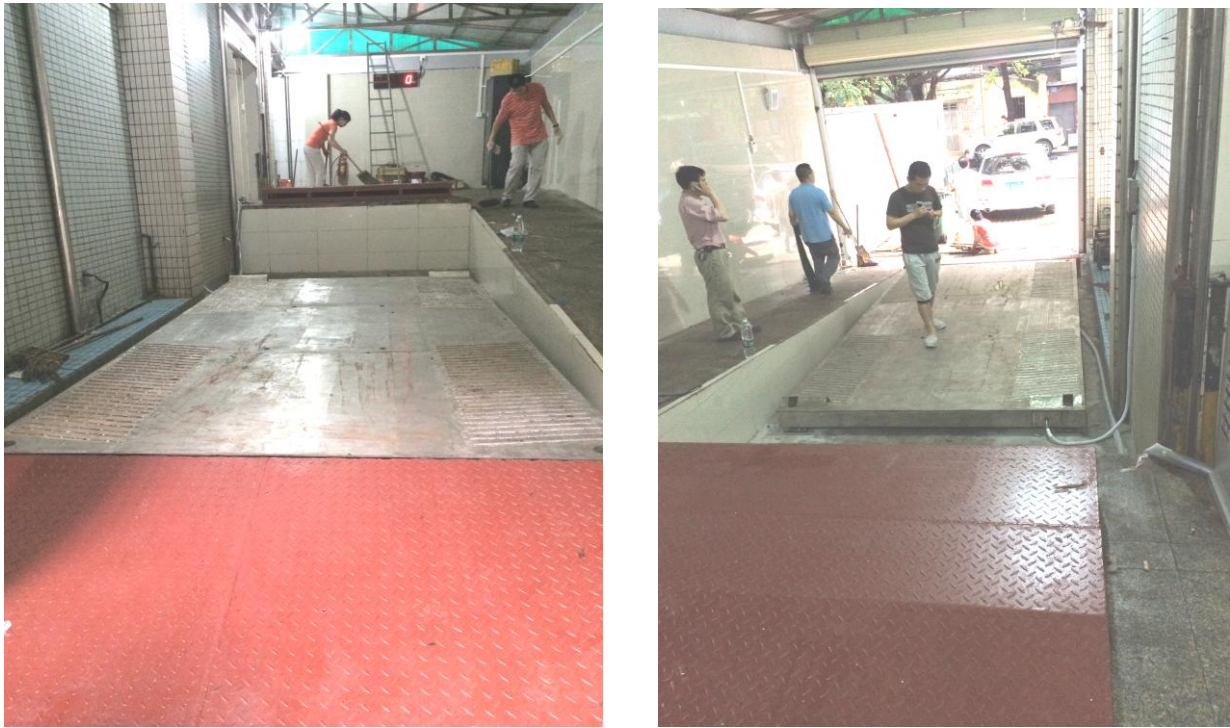

图1 安装现场环境
1. 在垃圾处理现场，衡器安装的空间一般都是极其有限，空间狭小。如图 1。